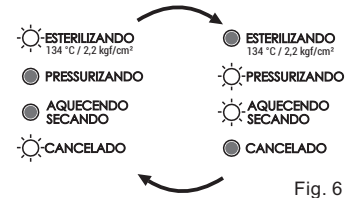

Fig. 6
3. Depois de inserir o código, a autoclave emitirá 4 bips, e os LEDs piscarão de forma alternada (Fig. 6, pág. 11), indicando que foi desbloqueada, e está pronta para o **Ajuste Automático de Altitude** (consulte a página 11).